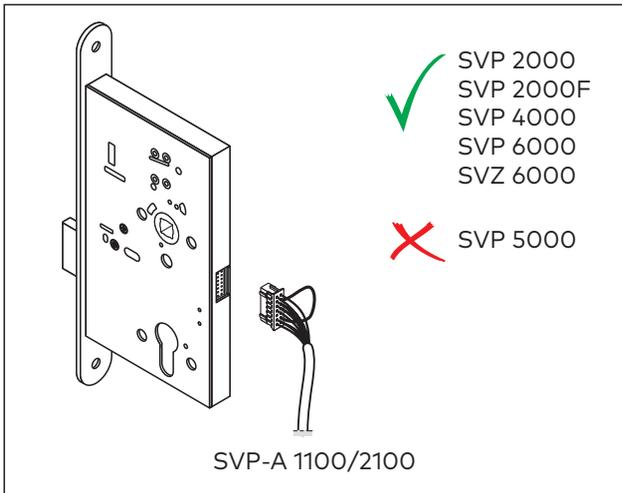

Fig. 22 Connect cable
2. Connect the cable (Fig. 22).